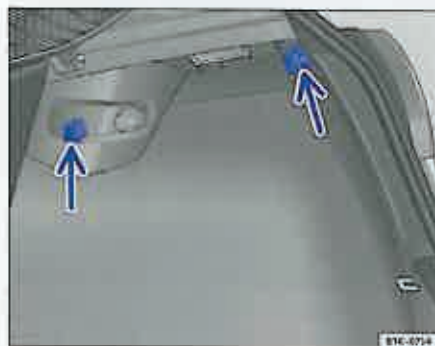

Fig. 96 În portbagaj: Cârligele pentru genți.
- Agățați gențile de cârlige ⇒ fig. 96 (săgeata).